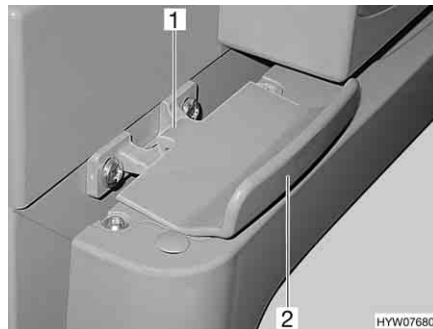

Fig. 159 Dispositif de verrouillage de la porte du réfrigérateur, fermé (Thetford)
- Ouvrir la porte du réfrigérateur sur la poignée (Fig. 159,2). Le verrouillage (Fig. 159,1) sera débloqué automatiquement.